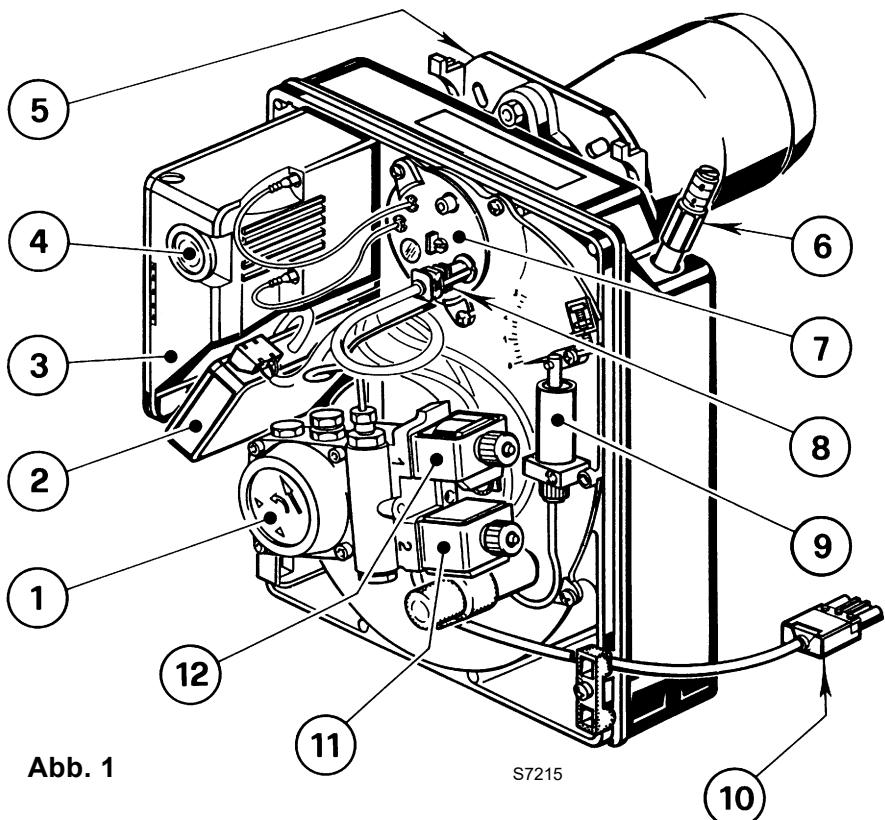

Abb. 1
A Segnalato dalla spia sull'apparecchiatura di comando e controllo (4, Fig. 1, Pag. 1).
Un'anomalia, nel funzionamento nella maggior parte dei casi, porta alla accensione della segnalazione all'interno del pulsante di sblocco dell'apparecchiatura di comando e controllo (pos. 4, Fig. 1, Pag. 1).